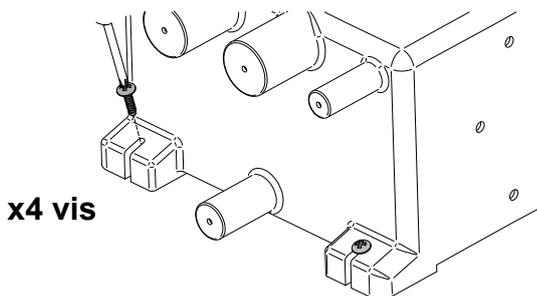
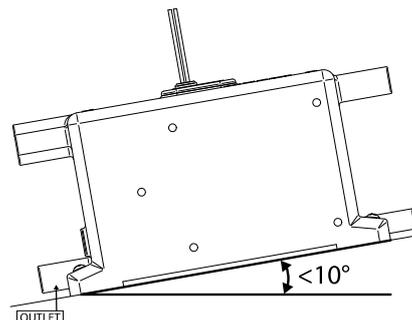

Figure 5 Fixation du collecteur
Figure 6 Angle d'installation maximal
**Étapes 2:** le collecteur doit être fixé à l'aide de 4 vis adéquates à travers le pied du collecteur, comme le montre la Figure 5. **NOTE :** L'angle du collecteur ne doit pas être supérieur à 10° (Figure 6). **NOTE :** Ne vissez pas directement sur la coque – DOIT être monté sur une cloison ou un panneau supplémentaire.